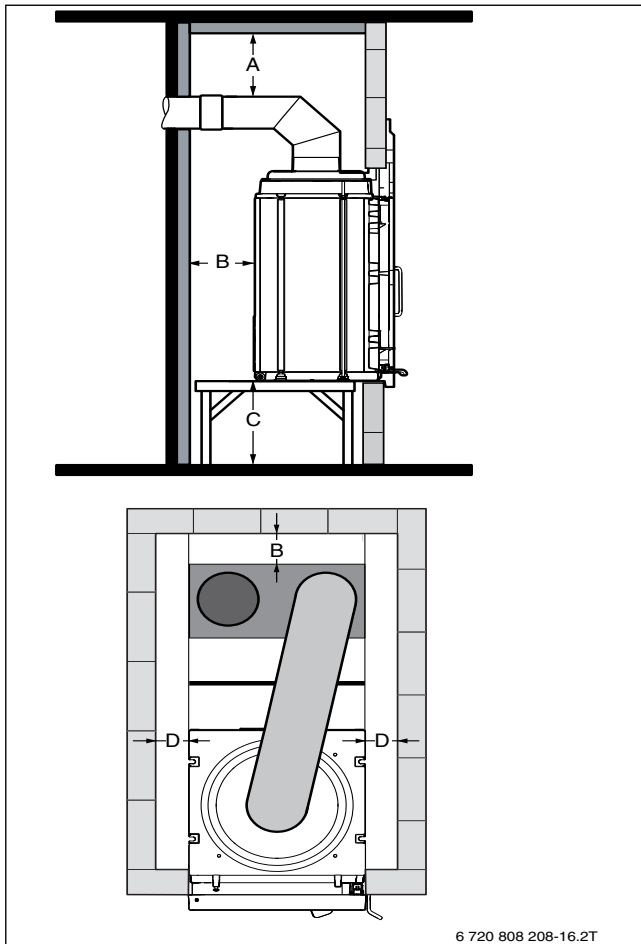

Bild 7 Heizkammer-Mindestabstände
- Mindestabstände einhalten (→ Bild 7 und Tabelle 3, Seite 11).